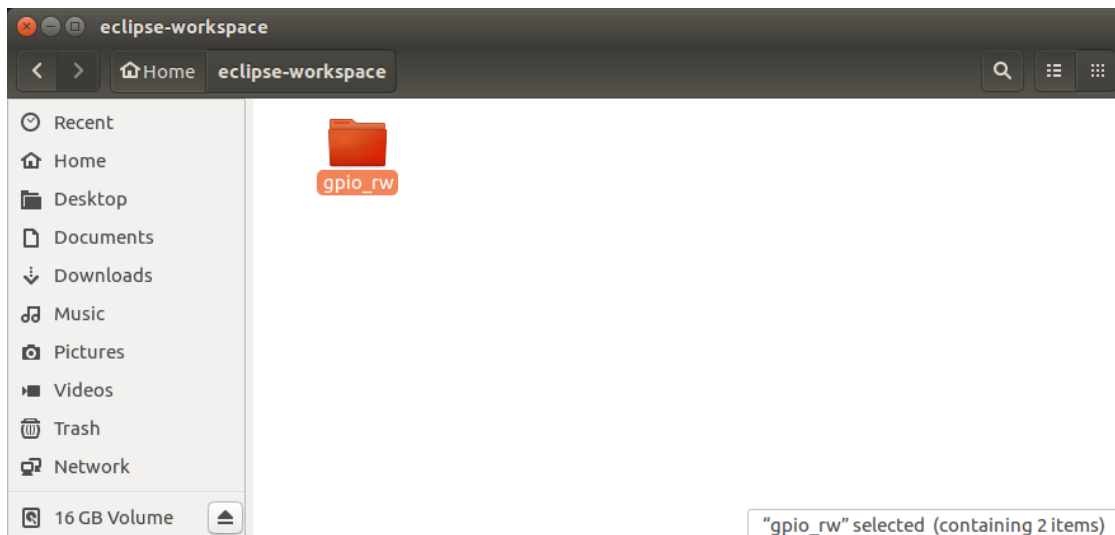

图4.3.1 修改文件名为 "`gpio_rw`"
1. 将文件夹命名由 "`blinking_LED`" 修改为 "`gpio_rw`"，如图 4.3.1 所示。